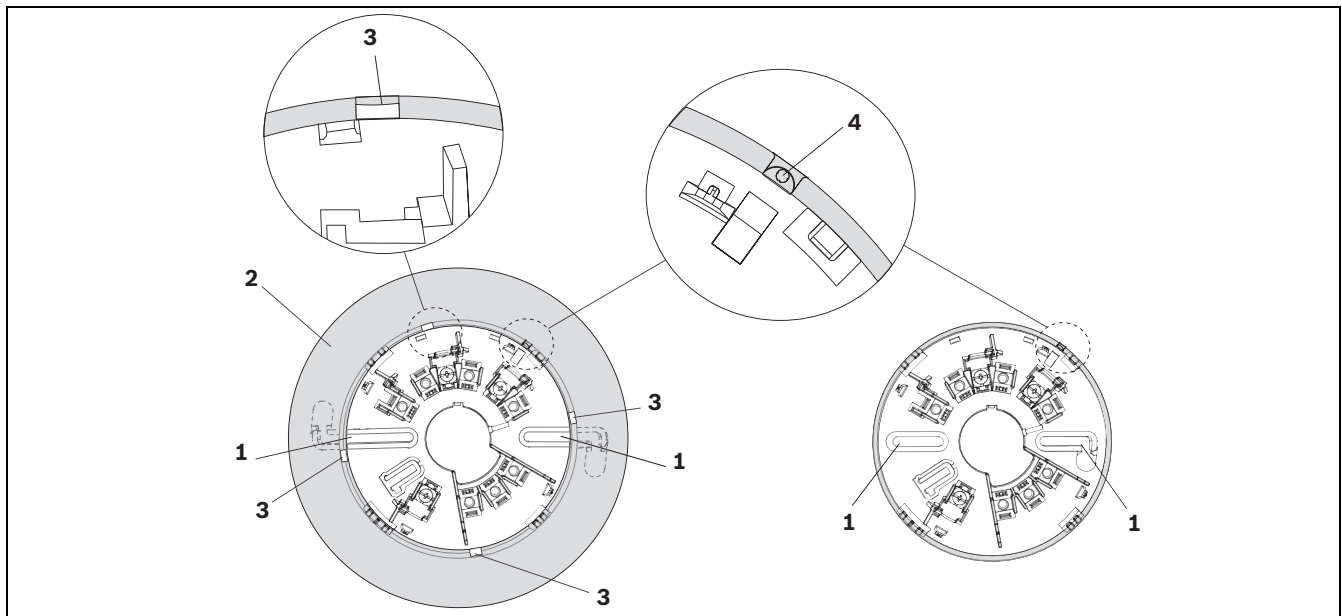

Figura 3.1 Bases de Instalação com 6 polegadas e 4 polegadas
1. Instale a base usando dois orifícios alongados de instalação (consulte *Figura 3.1*, Posição 1).
Segurar um ímã no ponto de teste, centralizado acima da fenda circular do detector (consulte *Figura 3.1, Página 24, Posição 4*) fará com que o LED pisque em vermelho. Se o ímã for mantido no local indicado por mais de 6 segundos,